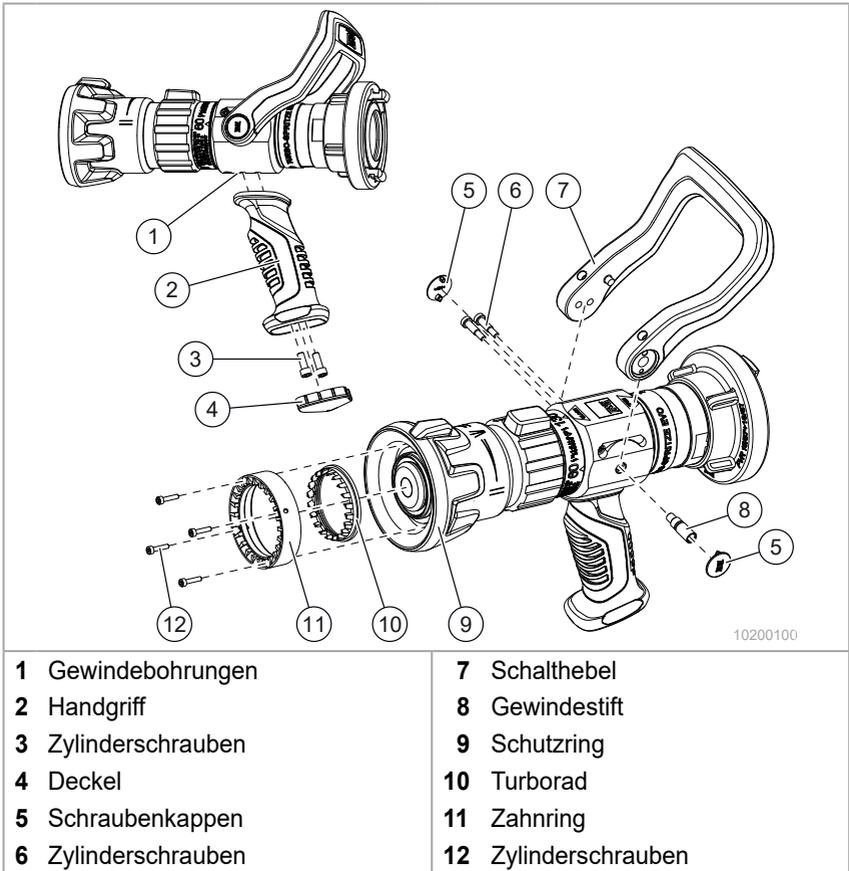

Fig. 3 Handgriff und Schalthebel austauschen
1. Den Deckel (Fig. 3/4) am Griff abnehmen, dabei wird der Deckel beschädigt.
2. Die beiden Zylinderschrauben (Fig. 3/3) herausschrauben und den Griff (Fig. 3/2) abnehmen. Das Gehäuse wenn nötig reinigen.
3. Eine Zylinderschraube in ein Bohrloch des neuen Griffs einsetzen und den Griff an der entsprechenden Gewindebohrung des Gehäuses (Fig. 3/1) positionieren und festschrauben.
1. Die Schraubenkappen (Fig. 3/5) entfernen, dabei werden die Kappen beschädigt.
2. Den Gewindestift (Fig. 3/8) und die Zylinderschrauben (Fig. 3/6) herausschrauben.
3. Den Schalthebel (Fig. 3/7) abnehmen und wenn nötig das Ventilgehäuse reinigen.
4. Den Schalthebel in der richtigen Lage am Ventilgehäuse positionieren und auf der einen Seite mit dem Gewindestift (Fig. 3/8) festschrauben.
5. An den Zylinderschrauben (Fig. 3/6) eine mittelfeste Schraubensicherung auftragen, die Zylinderschrauben einsetzen und festschrauben.
6. Neue Schraubenkappen (Fig. 3/5) einsetzen.
1. Die vier Zylinderschrauben (Fig. 3/12) herausschrauben.
2. Den Zahnring (Fig. 3/11) und das Turborad (Fig. 3/10) aus dem Schutzring (Fig. 3/9) herausnehmen.
4. Zuerst den Schutzring, danach das Turborad und den Zahnring einsetzen. An den Zylinderschrauben (Fig. 3/12) eine mittelfeste Schraubensicherung auftragen, die Zylinderschrauben einsetzen und den Zahnring festschrauben.